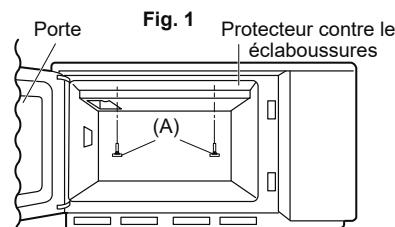

Fig. 1
1. Retirez les deux vis moletées (A), comme le montre la figure 1.
2. Assurez le maintien du protecteur au moyen des deux vis moletées (A), comme le montre la figure 1.